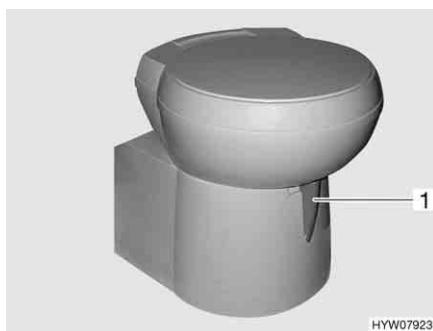

Fig. 155 Tazza del WC Thetford, orientabile
- Prima di tirare l'acqua, aprire il cursore della toilette Thetford. A tal fine girare la leva del cursore (Fig. 155,1) in senso antiorario.